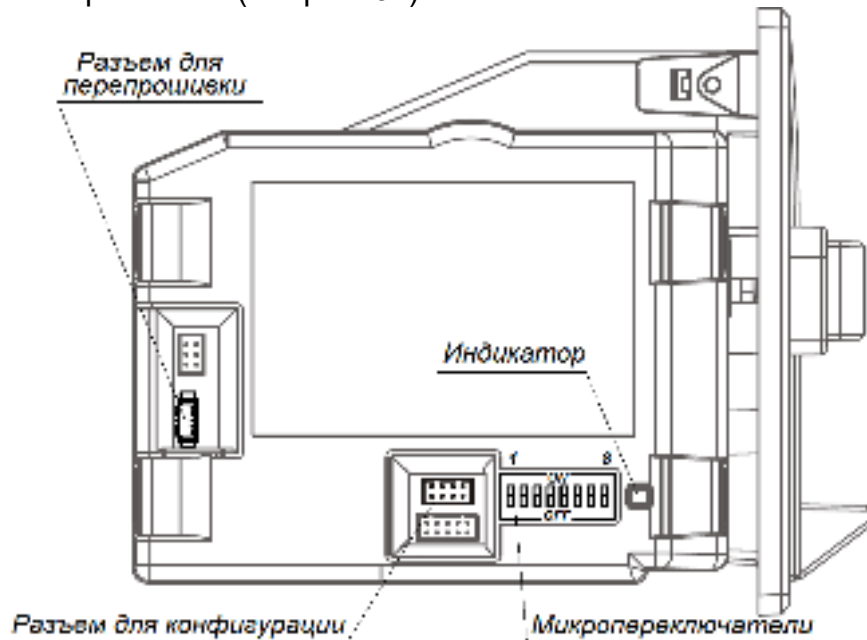

Рисунок 31. Расположение разъемов
1. Подключите монетоприемник к COM-порту ПК при помощи кабеля **WEL-R7U06** (имеется в комплекте поставки), разъем для подключения расположен на боковой панели монетоприемника (см. рис. 31).
2. Подайте питание на монетоприемник (контакты 1 и 2 клеммной колодки ***XTU4***, см. рис. 20). Загорится индикатор (показан на рис. 31).
9. Проверьте положение микропереключателей на боковой крышке монетоприемника (см. рис. 31):